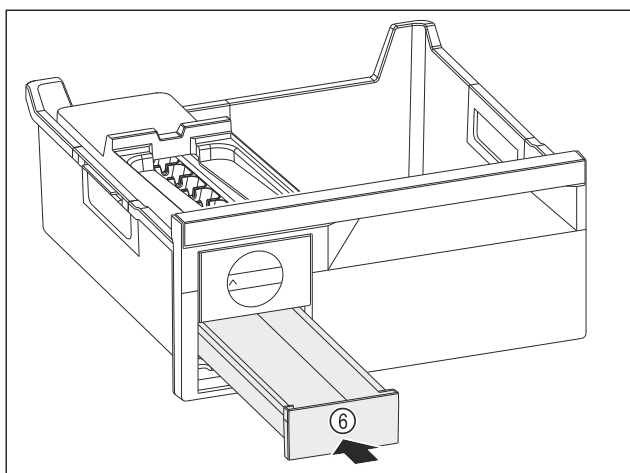

Fig. 96
- ▶ Zásuvku na kostky ledu Fig. 96 (6) zasuněte.